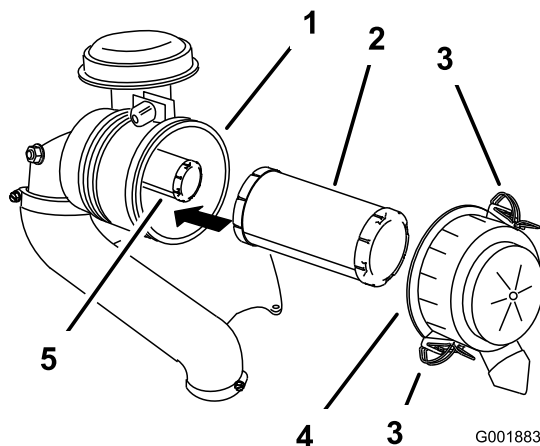

Figura 31
3. Abra los cierres del limpiador de aire y tire de la tapa de la entrada de aire para separarla del cuerpo del limpiador de aire (Figura 31).
5. Extraiga con cuidado el filtro primario del cuerpo del limpiador de aire (Figura 31).
2. Si va a cambiar el filtro interno, deslícelo cuidadosamente en el cuerpo del filtro (Figura 31).
3. Deslice cuidadosamente el filtro primario por encima del filtro interno (Figura 31).
4. Instale la tapa del limpiador de aire y fije los cierres (Figura 31).